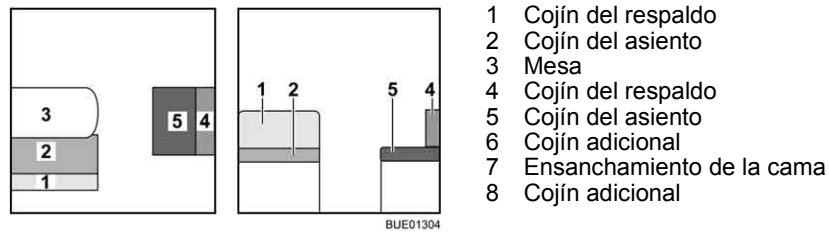

Fig. 127 Antes de la transformación
- Transformar la mesa (Fig. 127,3) en base de cama (véase apartado 6.10).
- Quitar el cojín del respaldo (Fig. 127,1) y ponerlo a un lado.